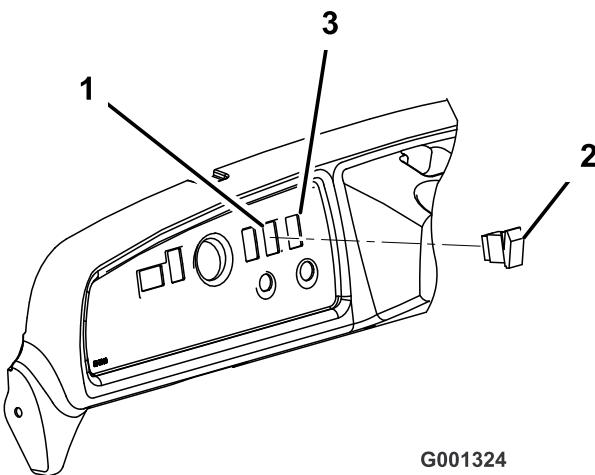

図 6
2. ダッシュボード上の打ち抜きプラグ（ステアリングタワーよりも右側、キースイッチの上面にあるもの）を打ち抜いて外す（図 6）。
5. 荷台昇降スイッチの上パドルを押してアクチュエータを伸ばす(図 6)。
6. 上パドルが 12 位置になるようにして、荷台昇降スイッチをダッシュボードの穴に取り付ける(図 6)。